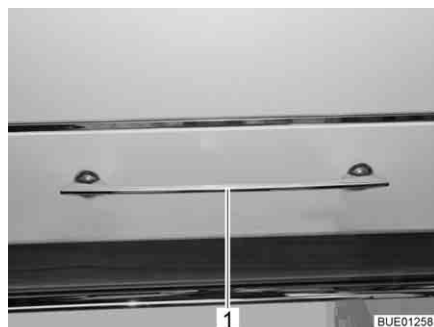

Fig. 54 Sportello del mobile con maniglia di sbloccaggio
- Premere la maniglia di sbloccaggio (Fig. 54,1) verso il basso e tenerla premuto.